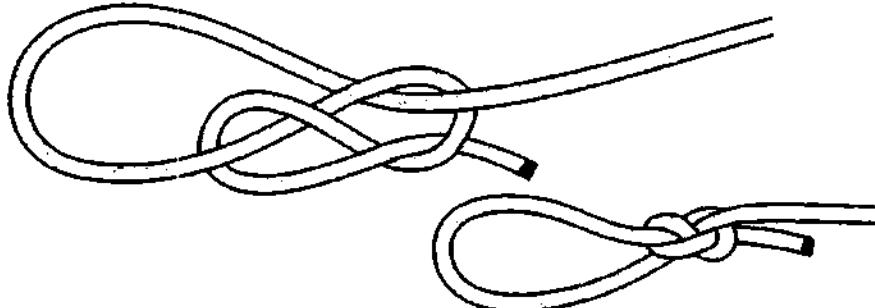

Рис. 377. Сибирская восьмёрка.
**Эвенкская восьмёрка** – очень надёжная и крепкая затягивающаяся петля (рис. 377). Узел легко и быстро вяжется и намного мягче, плавней и с меньшим сопротивлением затягивается, чем, например, **скользящая восьмёрка**. Когда петля обжимает опору, она работает по принципу **самозатягивающегося узла**, так как плечо петли прижимает к опоре ходовой конец **восьмёрки**. Эвенкская восьмёрка по своим свойствам похожа на затягивающиеся петли первой группы (затягивающиеся петли из незатягивающихся петель), т. к. после снятия тяги узел легко ослабляется. **Сибирская восьмёрка** с успехом может заменить **удавку** – её можно вязать на силках и выплавливать с помощью неё плавающие предметы из воды.